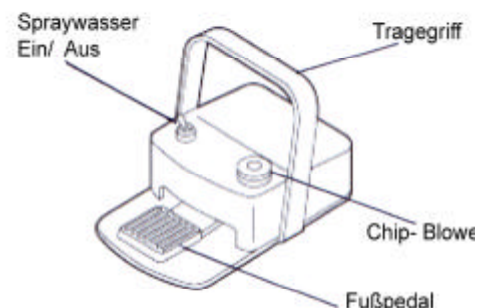

Abb. 3-11 Fußanlasser
(1) Standard-Fußsteuerung (Abb. 3-11)